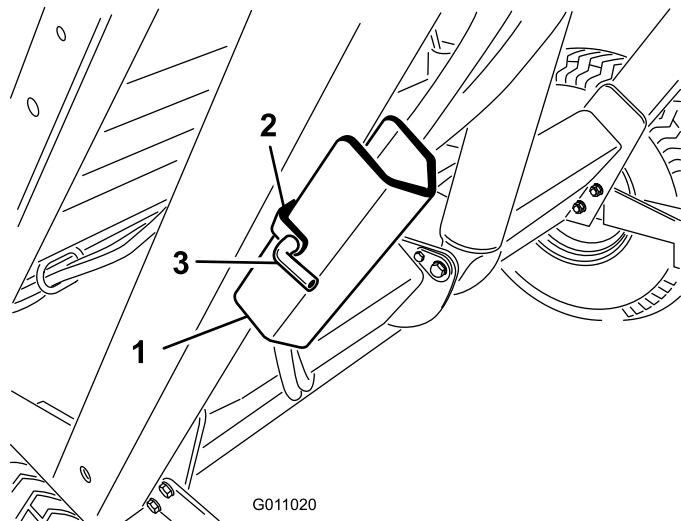

図 23
2. スイーパーのフレームについている格納ブラケットに安全サポートを固定しているヘアピン・コッターとピンを抜き取る（図 23）。安全サポートを外す。